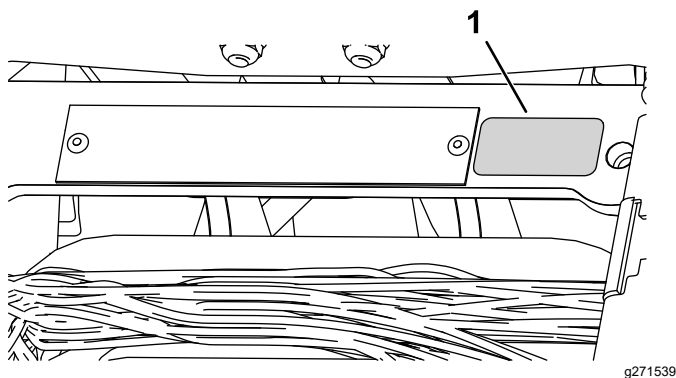

Bild 10
- Bringen Sie den Baujahr-Aufkleber in der Nähe der Seriennummernplatte an (Bild 10).